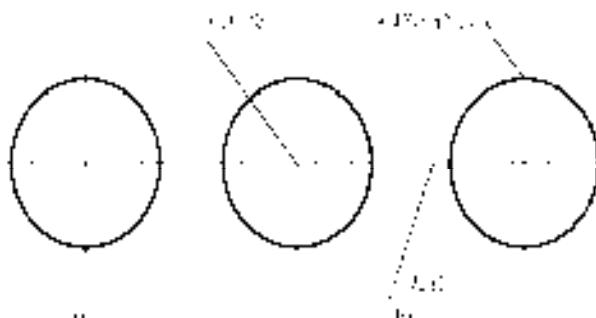

图 1-11 点画线画法
3) 绘制圆的对称中心线时，圆心应为线段的交点。点画线和双点画线的首末两端应是线段而不是短画。建议中心线超出轮廓线  $2\sim5\text{mm}$ ，如图 1-11 所示。